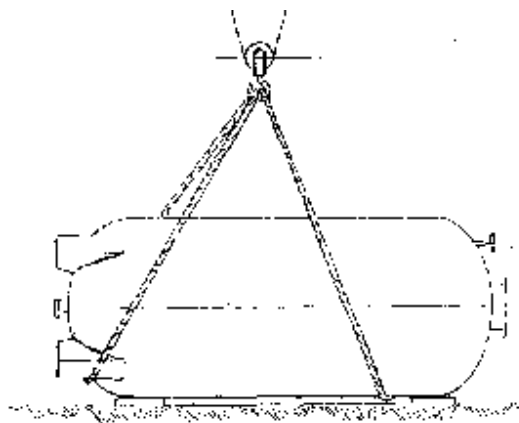

Fig. 19
C) POSIZIONAMENTO A TERRA DELLA SINTO BLINDA SU ASSI DI LEGNO (VEDI FIG. 19).